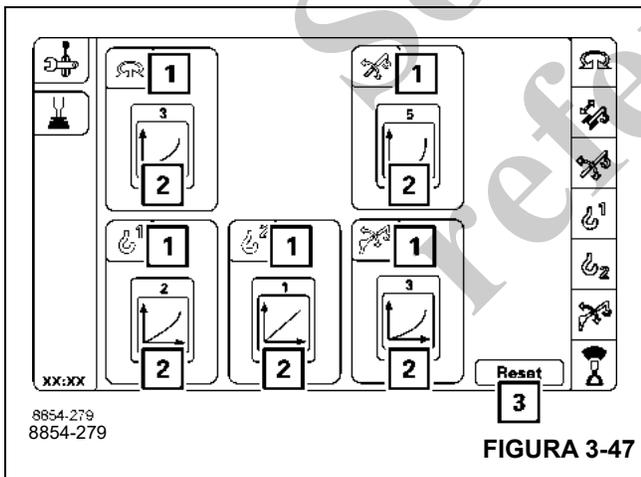

FIGURA 3-47
Los símbolos (2), (Figura 3-47), muestran las curvas características establecidas para las funciones de grúa (1), (Figura 3-47).
- Seleccione y confirme el símbolo (3), (Figura 3-47), para reposicionar todas las funciones de grúa a la curva característica 1.